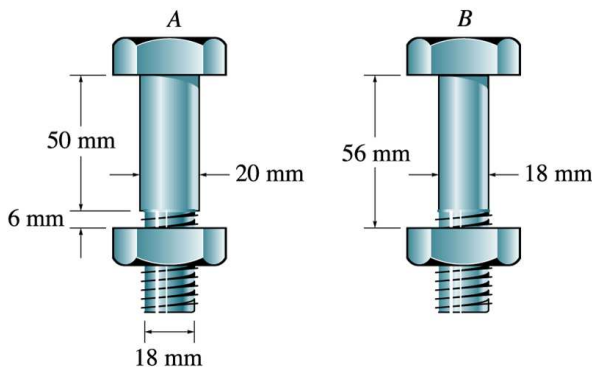

Abbildung 1: Geometrische Abmessungen der Schrauben A und B
- (a) Berechnen Sie die elastische Formänderungsenergie, die zwei hochfeste Stahlschrauben A und B unter der Last P höchstens aufnehmen können. Schraube A hat den Durchmesser d_{A1} bei einer Länge a_1 . Im Gewindebereich hat die Schraube den kleinsten Durchmesser d_{A2} über der Länge a_2 . Schraube B hat über die gesamte wirkende Länge $b = a_1 + a_2$ einen reduzierten Durchmesser d_B , siehe Abb. 1.